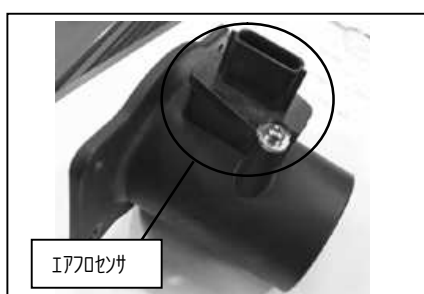

図 17
- ⑪LHを組み立てます。
- ⑫エアフロアダプターへ、エアフロセンサを取り付けます。図 17 参照